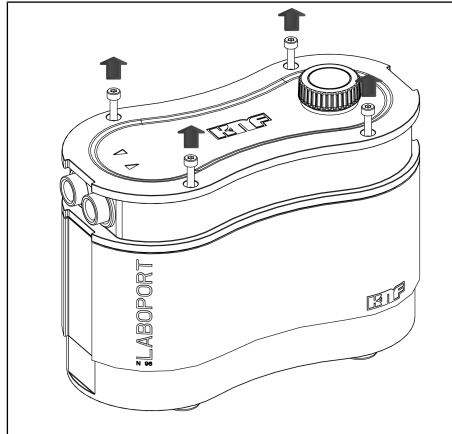

Abb.8: Gehäuseschrauben lösen
1. Lösen Sie die vier Gehäuseschrauben (Abb. 7/1) und entnehmen Sie diese aus dem Gehäusedeckel (2) (siehe Abb. 8).